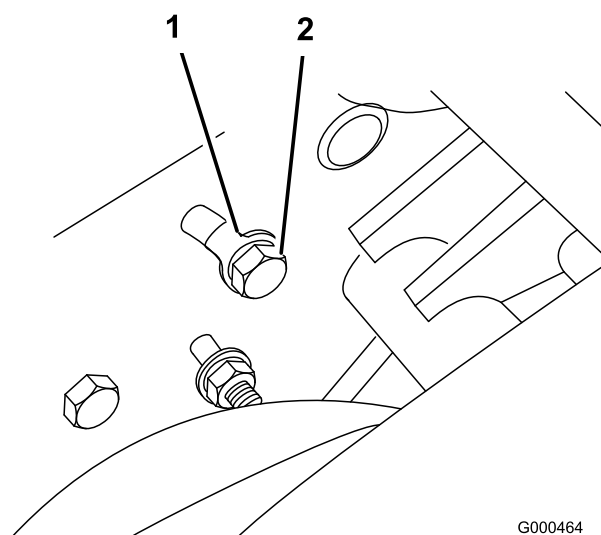

Figura 43
- A. Desaperte a cavilha, localizada na parte de trás da placa lateral, que fixa o suporte intermédio à placa lateral (Figura 43).